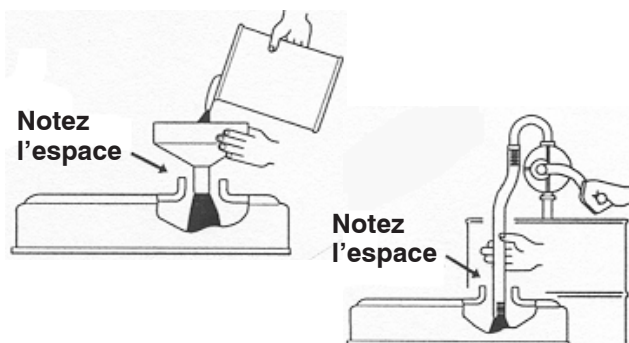

Figure 23
**Important** Prenez soin de retirer la jauge lorsque vous faites le plein d'huile moteur. Lorsque vous faites l'appoint ou le plein d'huile moteur, maintenez un espace entre le dispositif de remplissage et le trou de remplissage d'huile dans le couvre-culasse, comme illustré à la Figure 23. Cet espace est nécessaire pour assurer l'aération pendant le remplissage et empêcher l'huile de déborder dans le reniflard.